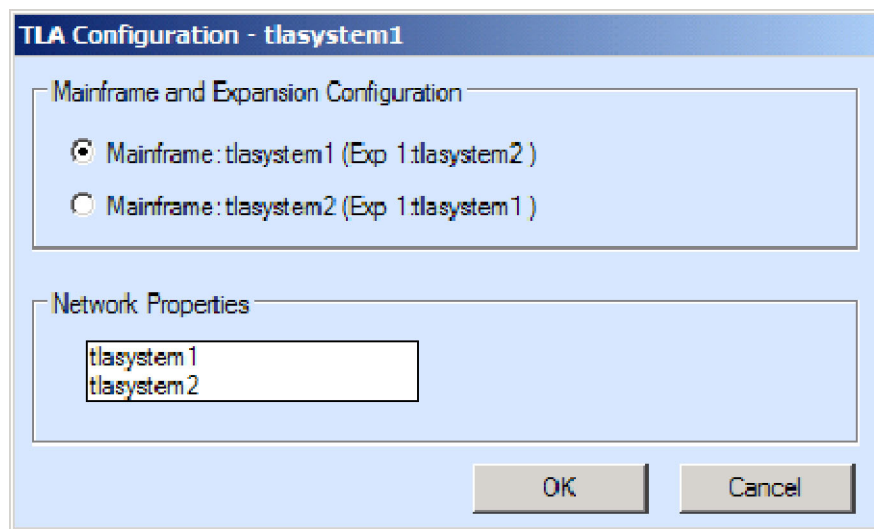

図 23: 機器 2 台の設定
5. TLA Configuration アイコンをクリックします。TLA Configuration ダイアログ・ボックスが開きます。(図 23 参照)。このダイアログ・ボックスを使用して、一方の機器をマスタ・メインフレーム、もう一方を拡張メインフレームに割り当てます。